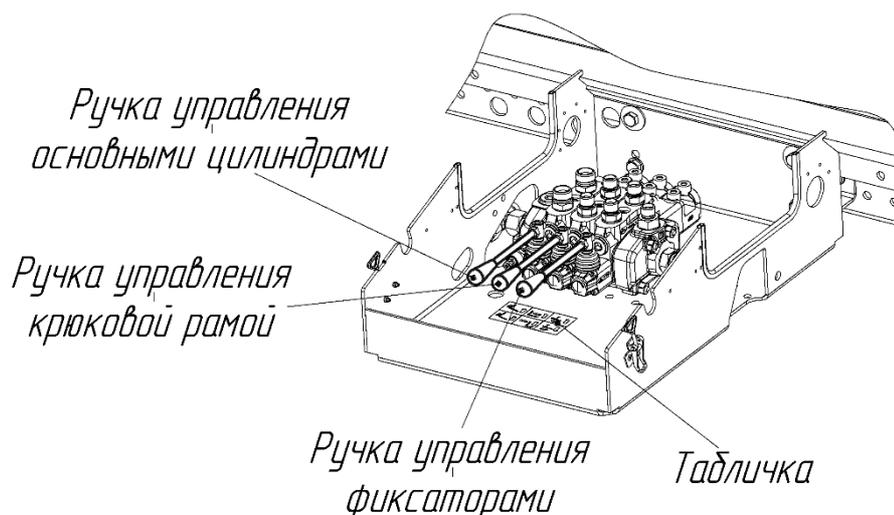

Рисунок 2.30 – Аварийное управление распределителем
2.6.1.1 Если в электрической или пневматической схемах оборудования возникнет неисправность, когда нельзя управлять рабочими органами оборудования с пульта управления с места водителя, можно использовать дублирующее управление, расположенное в коробе распределителя (рисунок 2.30).